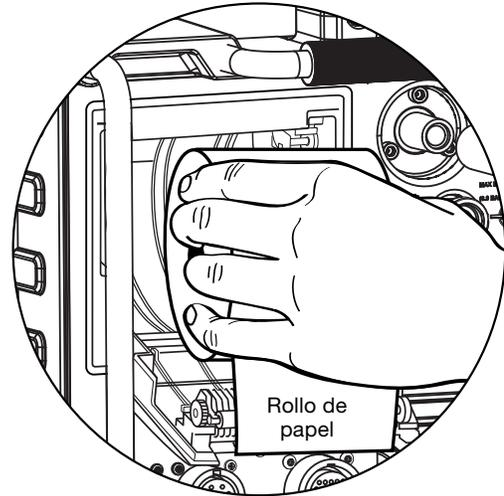

Fig. 52—Insertar el rollo de papel
3. Introduzca el rollo nuevo en la impresora según se muestra (Fig. 52). Compruebe que una vez insertado el rollo, el papel sale por la parte superior